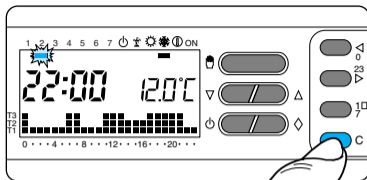

Fig. 42
**8.5** -Se per il giorno dopo o successivi si desidera avere lo stesso programma, premendo il pulsante C (fig. 42) il programma viene automaticamente copiato per i giorni via via indi-